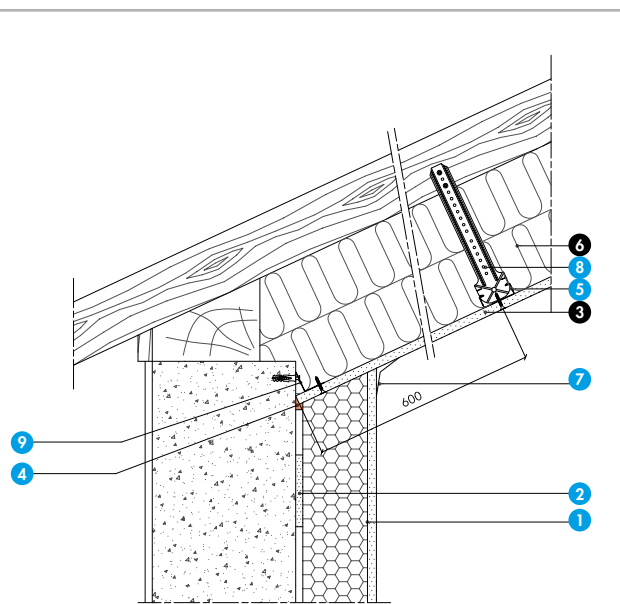

Fig. 3d - Étanchéité à l'air de la jonction plafonds/support/doublage
et le mur support est  $\leq 600$  mm (dans ce cas une cornière supporte le parement du plafond). Alors on réalise l'étanchéité à l'air entre le plafond et le mur support par mise en place d'un joint mastic. La jonction plafond parement du doublage sera traitée par enduit + bande (fig. 3d). Dans le cas sous combles aménagés, on réalise l'étanchéité à l'air entre le plafond et le mur support par mise en place d'un joint mastic. La jonction plafond parement du doublage sera traitée par enduit + bande (fig. 3f)
**Nomenclature de la figure 3d**